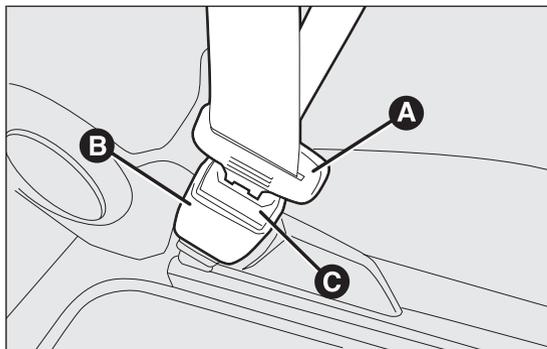

fig. 97
Para abrocharse los cinturones, sujete la lengüeta de enganche A fig. 97 e introdúzcala en la hebilla B hasta oír el chasquido de bloqueo.
**No pulsar el botón C fig. 97 durante la marcha.**